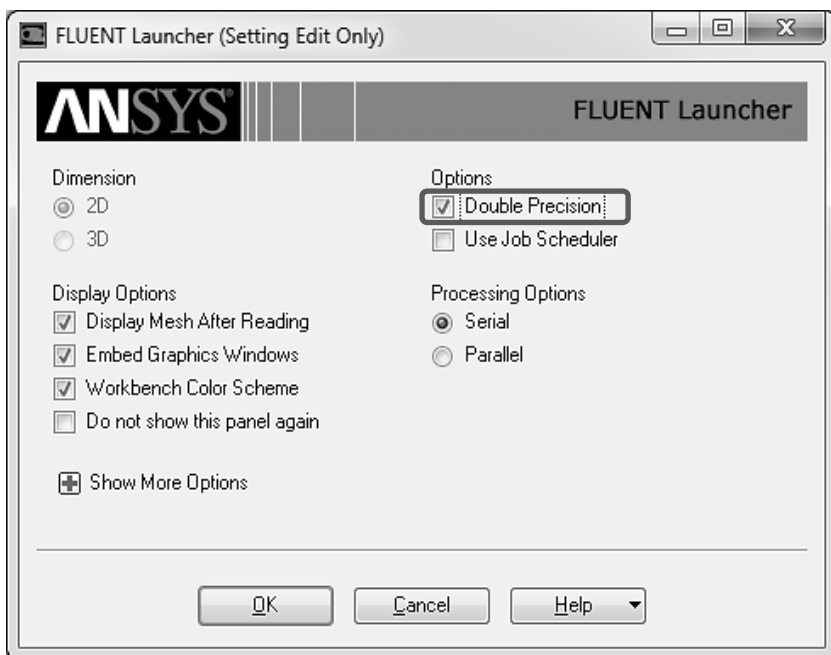

Рис. 1.33
- 4) В разделе Options поставьте галочку рядом Double Precision, рис. 1.33.